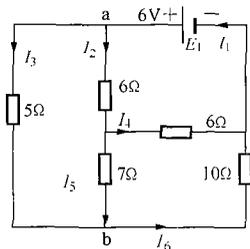

图 D-10
**Lc1D4094** 如图 D-10 所示,试列出计算电路中各支路电路方程组。